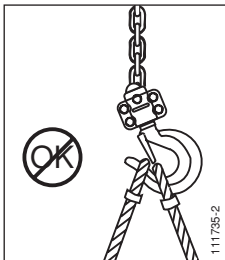

**Fig. 1**
Le palan bravo™ est fourni équipé d'une chaîne de levage (rep. 1, fig. 1) d'une hauteur standard de levée de 1.50 m. La chaîne de levage des modèles 0.5 t à 3 t est constituée d'un seul brin avec à son extrémité un crochet de levage (rep. 2, fig. 1). La chaîne de levage (rep. 1 fig. 1) du modèle 6 t est constituée de 2 brins et d'un crochet de levage mouflé (rep. 3, fig. 1). La chaîne de levage (rep. 1 fig. 1) du modèle 9 t, est constituée de 3 brins et d'un crochet de levage mouflé (rep. 3, fig. 1).
L'extrémité libre de la chaîne est équipée d'une butée de fin de course basse (rep. 4, fig. 1).
- Vérifier que le palan bravo™ est correctement suspendu à son crochet de suspension (rep. 5, fig. 1) et que le linguet de sécurité du crochet (rep. 6, fig. 1) est bien fermé (voir figures 2 et 3).
Le palan bravo™ est manœuvré au moyen d'un levier (rep. 7, fig. 1), actionné par l'opérateur en mouvement de va-et-vient pour lever ou descendre une charge, tirer ou appliquer une tension.
2. Placer la manette du sélecteur (rep. 8, fig. 1) de mouvement en position neutre «0».
3. Hors charge, faire tourner le volant (rep. 9, fig. 1) dans le sens inverse des aiguilles d'une montre pour ouvrir le frein; la chaîne est libre.